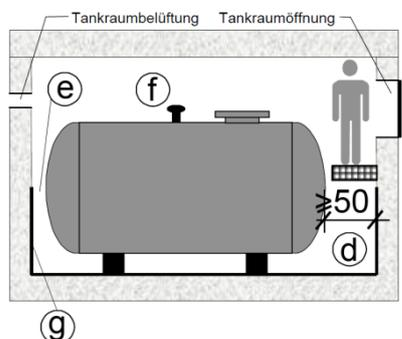

Abb. 4 Mittलगrosser Tank: Freistehend horizontal zylindrisch in einem Schutzbauwerk
- d. Mittलगrosse horizontal zylindrische Tanks (Abb. 4), müssen innerhalb des Schutzbauwerks auf zwei aneinanderstossenden Seiten begehbar sein (begehbar = in der Regel 50 cm).